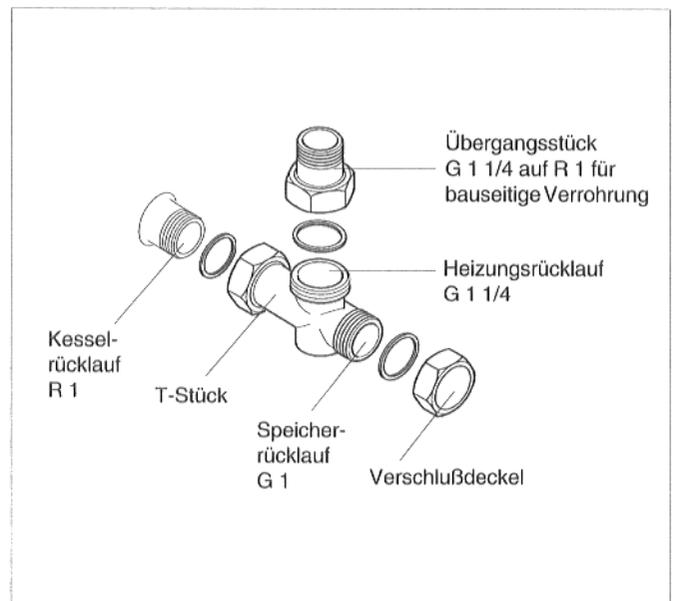

Abb. 6: Rücklauf
* siehe auch Abb. 6
- Dichtung in die Überwurfmutter des mitgelieferten T-Stücks einlegen und T-Stück am Rücklauf festschrauben (Abb. 6). Wird kein Speicher-Brauchwassererwärmer angeschlossen, Verschlußdeckel mit Dichtung aufschrauben (Abb. 6).
Das mitgelieferte Übergangsstück G 1 1/4 auf R 1 für den Heizungsrücklauf am 90°-Abgang montieren, wenn kein Heizkreis-Schnellmontage-System (Zubehör) verwendet wird (Abb. 6).